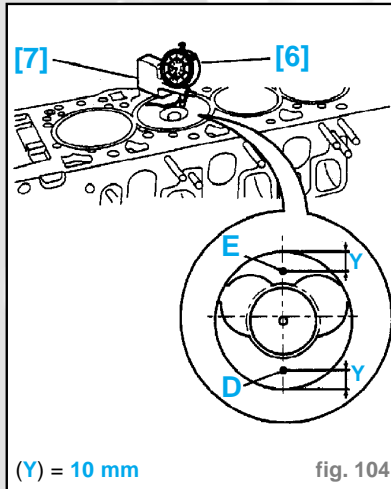

fig. 104
- Monter le comparateur [6] (-).1504 sur le support [7] (-).0110-H (fig. 104).